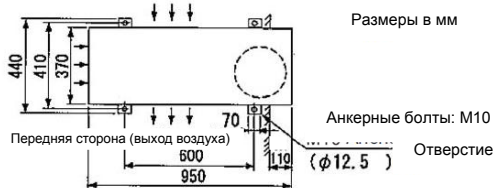

Рис. 4.3 Расположение анкерных болтов
2. При установке устройства для наружного применения зафиксируйте его анкерными болтами (см. рис. 4.3.).